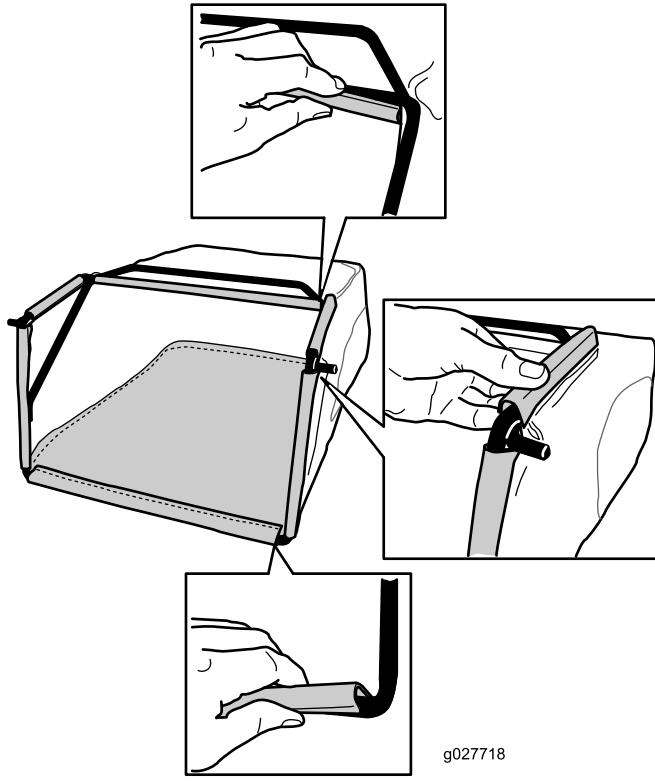

Figure 8
- Accrochez la glissière supérieure et les glissières latérales du bac au sommet et sur les côtés de l'armature respectivement (Figure 8).
- Accrochez la glissière inférieure du bac au bas de l'armature (Figure 8).